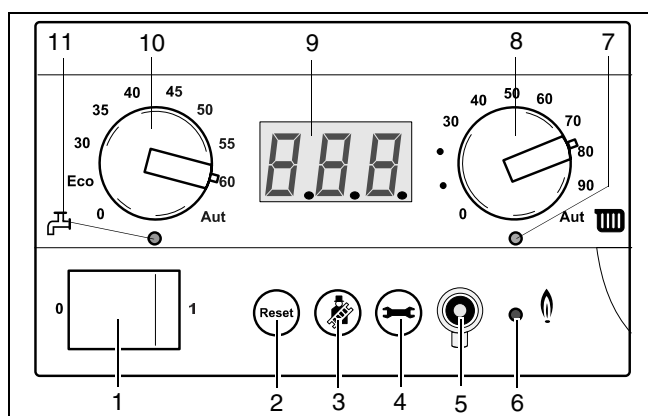

fig. 32 BC10
Deze LED gaat branden zodra de brander van het toestel in bedrijf is (→ fig. 32, [6]).
Instellen van de aanvoertemperatuur (→ fig. 32, [8])
De draaiknop, aangeduid met een radiator, dient om de maximale aanvoertemperatuur in te stellen (→ tabel 5). Als het toestel brandt tijdens cv-bedrijf, brandt de LED "Cv-bedrijf" (→ fig. 32, [7]) onder de draaiknop samen met de LED "Brander aan" (→ fig. 32, [6]).
Instellen van de tapwatertemperatuur (→ fig. 32, 10)
Als het toestel in bedrijf is voor de tapwatervoorziening, dan brandt de LED "Tapwaterbedrijf" (→ fig. 32, [11]) onder de draaiknop samen met de LED "Brander aan" (→ fig. 32, [6]).
Indien het toestel als naverwarmer van een zonneboiler functioneert, mag in verband met risico op de vorming van de legionellabacterie de instelknop (→ fig. 32, [10]) niet op een lagere temperatuur dan 60 °C worden ingesteld. Tevens mag het toestel in deze situatie niet worden uitgeschakeld.
- Maak de installatie spanningsloos door de bedrijfschakelaar op stand "0" te zetten (→ fig. 32, [1]).